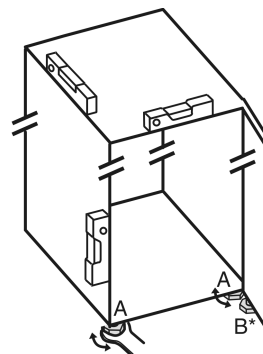

Fig. 5
- ▶ Išsukite reguliavimo kojeles Fig. 5 (A) pridedamu veržliarakčiu ir naudodami gulsčiuką, kol prietaisas stovės tvirtai ir lygiai.
- ▶ Išsukite reguliavimo kojelę *Fig. 5 (B)* atraminėje gembėje, naudodami pridedamą veržliaraktį, kol ji priglus prie žemės.
- ▶ Pasukite reguliavimo kojelę *Fig. 5 (B)* dar 90°.